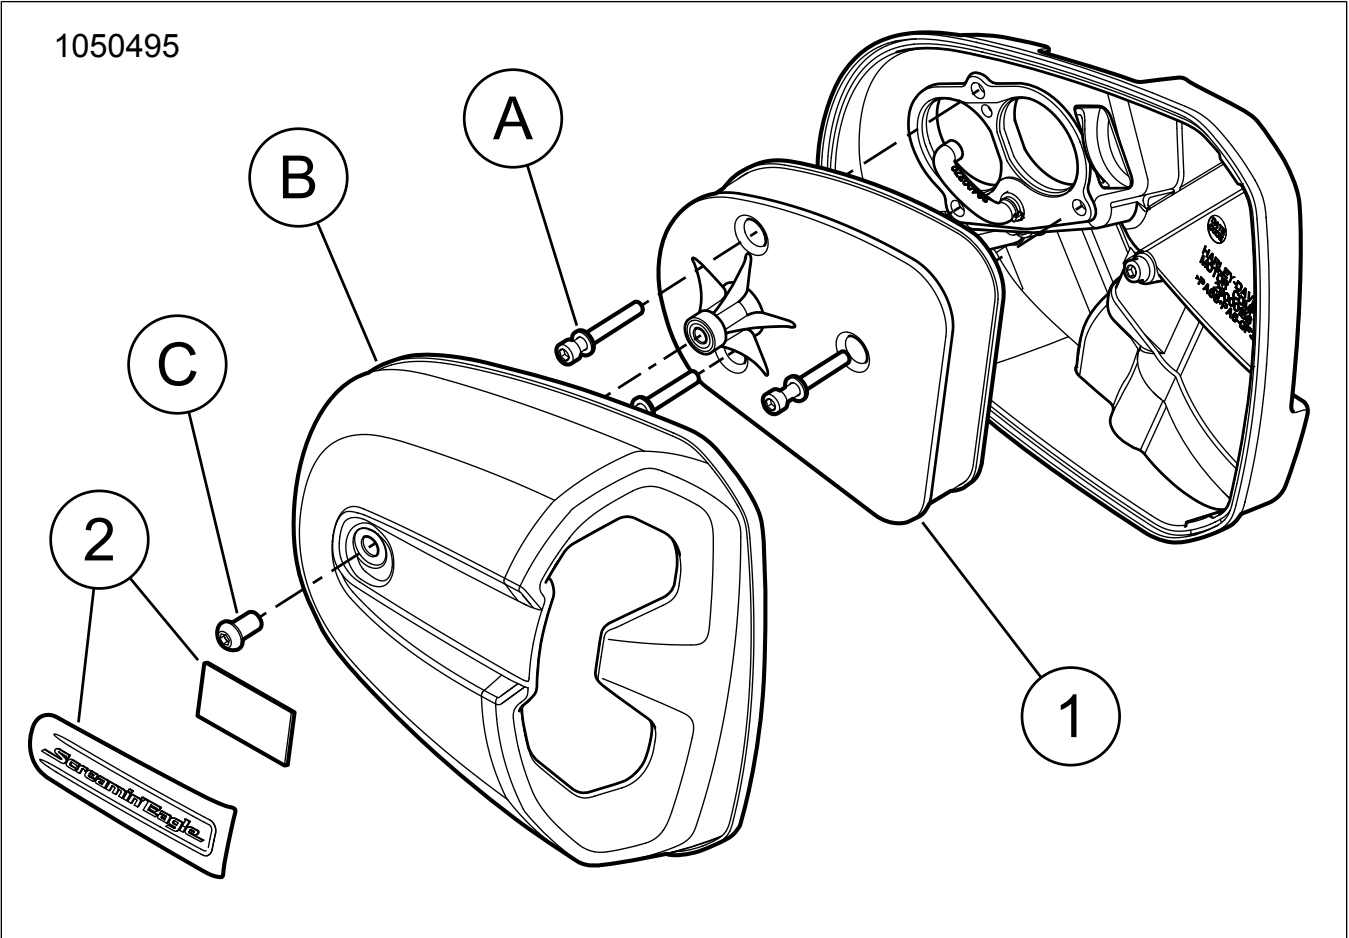

Figura 1. Peças de reposição: Filtro de ar de alta vazão Screamin' Eagle - Milwaukee Eight™
Veja a figura 1. e Consulte a Tabela 1.
2. Veja a figura 1. e Consulte a Tabela 1. Remova a tampa do filtro de ar e o filtro.
1. Veja a figura 1. Fixe o elemento do filtro de ar (1) na placa de apoio do filtro de ar usando os parafusos (A). Aperte.